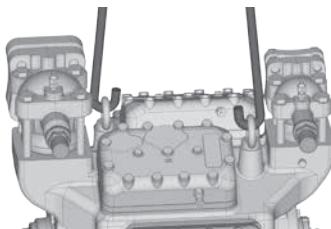

Рис. 11
- Варианты транспортировки и строповки за транспортную серьгу (рис. 11).